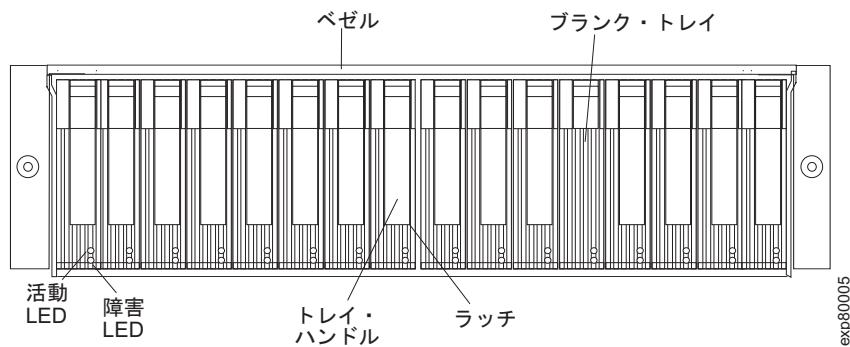

図 79. ホット・スワップ E-DDM LED
- 145 ページの図 79 に示される障害 LED を確認します。いずれかのこはく色の LED が点灯している場合は、175 ページの『問題の解決』を参照してください。